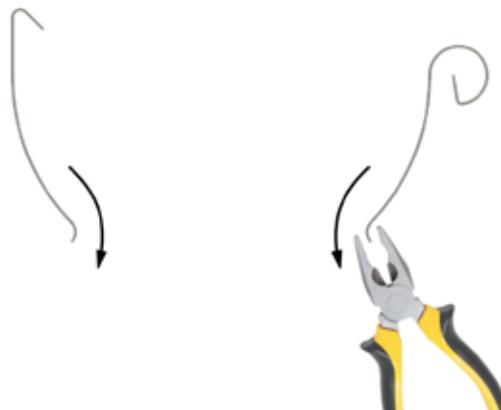

Рис. 9 Разметка отверстия под воронку желоба
5.1 Отметьте местоположение воронки, используя воронку в качестве шаблона (рис. 9, ч. 1).
5.2 Разметьте границы будущего отверстия в желобе, отступив от полученных очертаний воронки как показано на рис. 9, ч. 2.
5.3 Проделайте отверстие в желобе при помощи ножовки (рис. 9, ч. 3).
5.4 Завершите отверстие в желобе при помощи ножниц по металлу (рис. 9, ч. 4).
5.5 Отогните пассатижами кромки получившегося отверстия наружу, чтобы сделать равномерный выход воды наружу (рис. 9, ч. 5).